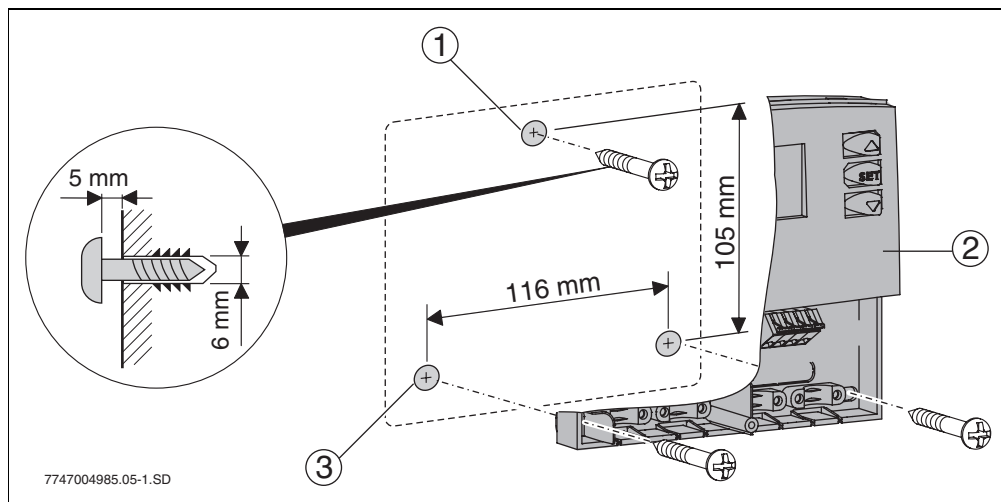

Fig. 5 Instalação do controlador na parede
- ▶ Perfurar o orifício superior de fixação (→ Fig. 5, pos. 1) e aparafusar o parafuso fornecido até 5 mm. Soltar o parafuso sob o controlador e retirar a tampa. Suspender o controlador no entalhe da caixa. Marcar o orifício inferior de fixação (→ Fig. 5, pos. 3), perfurar o orifício e colocar a bucha. Alinhar o controlador e aparafusar bem nos orifícios de fixação inferiores à esquerda e à direita.